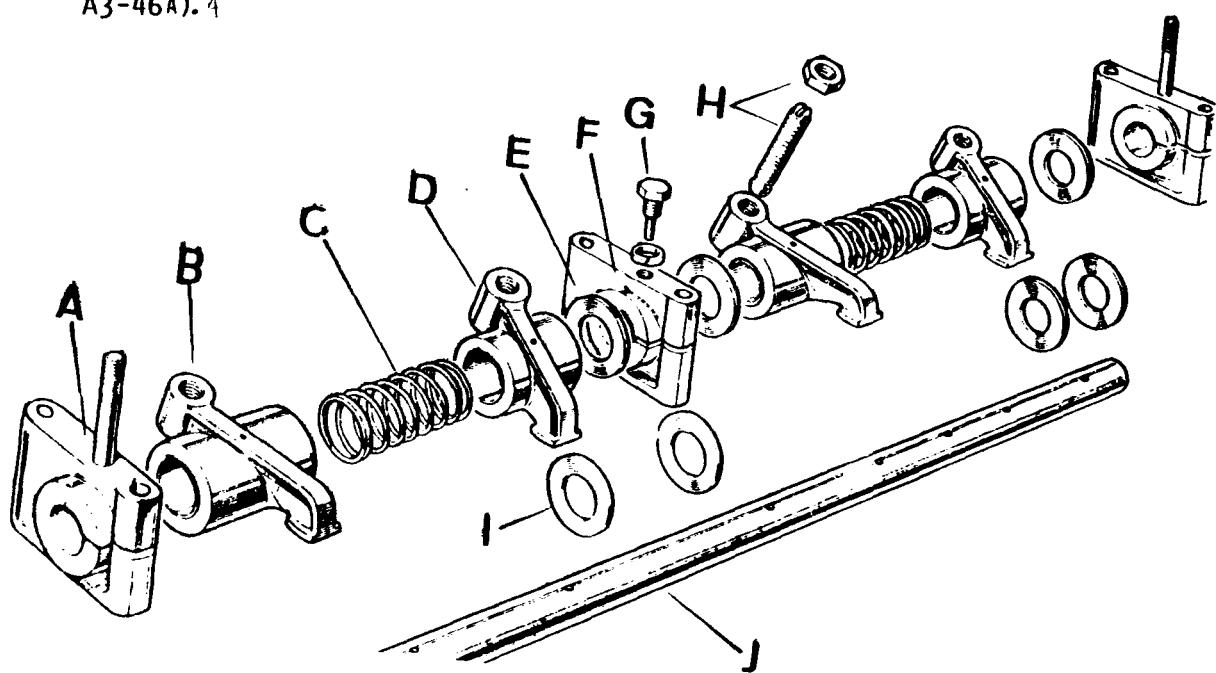
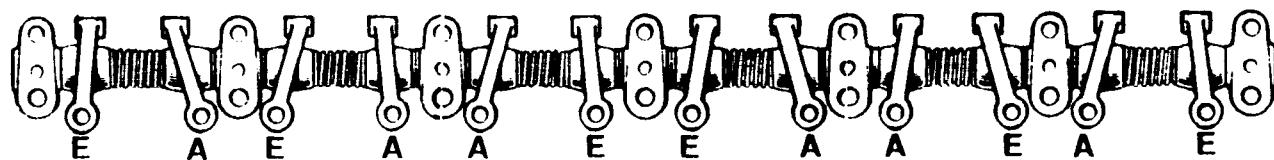

Fig. A3-46A.Sección delantera del árbol de balancines
Fig. A3-48 Colocación de los balancines según la inclinación de éstos
- 1.1. Extraer los tornillos de ajuste, H (Fig. A3-46A).
- 1.2. Desmontar los tres tornillos, G (Fig. A3-46A) que positionan los ejes, con respecto a los soportes, F, y balancines, D.
- 1.3. Separar todas las piezas que componen el conjunto árbol de balancines (Fig. A3-46A).4
- 3.1. Fijar uno de los soportes intermedios, F (Fig. A3-46A) al eje o ejes, J, y fijar éstos con un tornillo, G, en el agujero de mayor diámetro del eje.
- 3.2. Realizar el montaje de las demás piezas, teniendo en cuenta la posición de las arandelas distanciadoras y separadoras para centrar los balancines con respecto a las válvulas. Así como distinguir los balancines de escape y los de admisión, ya que los de admisión, D (Fig. A3-46A) tienen el cuerpo más corto que los de escape, B. La posición que deberán llevar los balancines con respecto a la inclinación hacia la izquierda o derecha que estos disponen, puede observarse en la Fig. A3-48.
3.3. Montar los tornillos de ajuste y sus contratuerca, H (Fig. A3-46A)